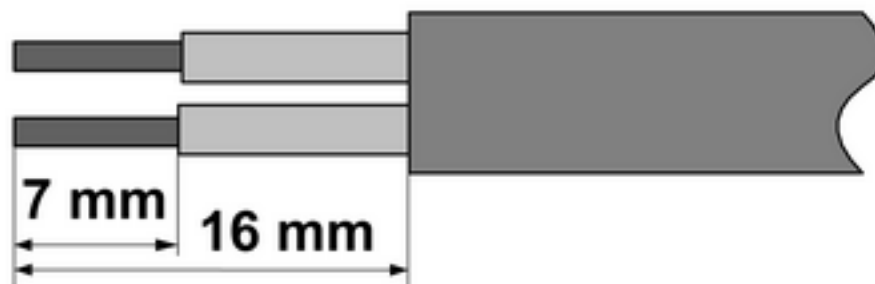

Рисунок 3: Длина зачистки проводов
- Зачистите соединительные провода на предписанную длину (рисунок 3).